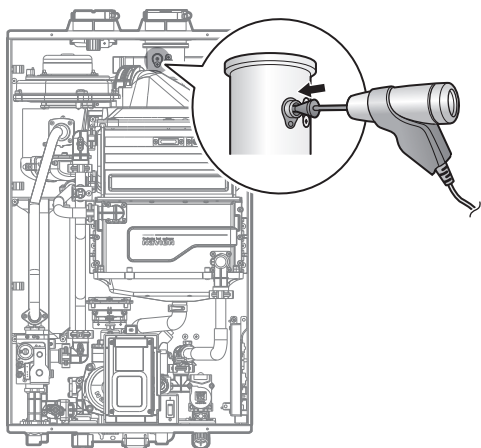

Figura 7.
- a. Suelte el tornillo, gire la placa y quite la junta para acceder al orificio de monitoreo de emisiones, como se muestra en la Figura 7.
- b. Inserte el analizador en el orificio (Figura 7).